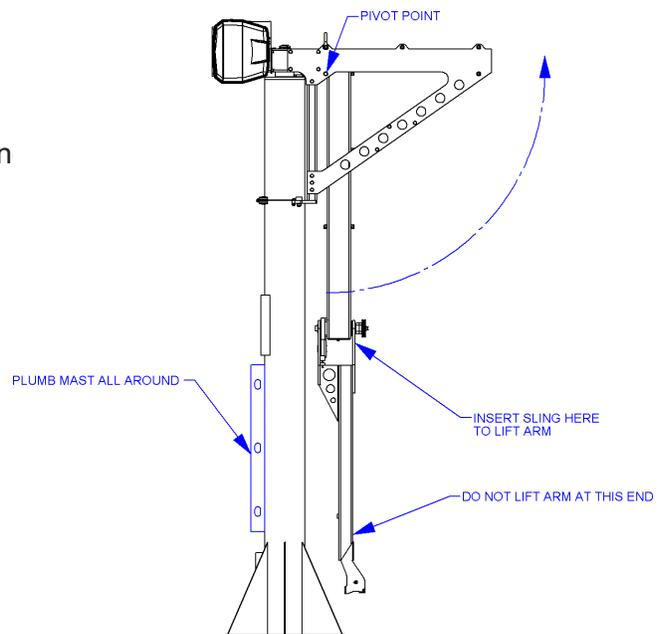

Abb. 4A. Endgültige Montage der Armbaugruppe
4.1.1 Lösen und entfernen Sie die Armbefestigungselemente von der Kopfbaugruppe. Drehen Sie die Armbaugruppe mit einer geeigneten Hebevorrichtung nach oben in die horizontale Position (**Abb. 4A**). Sobald der Arm richtig eingerichtet ist, montieren Sie die Armbefestigungselemente wieder zusammen. Ziehen Sie die Befestigungselemente zu diesem Zeitpunkt noch **NICHT** an.